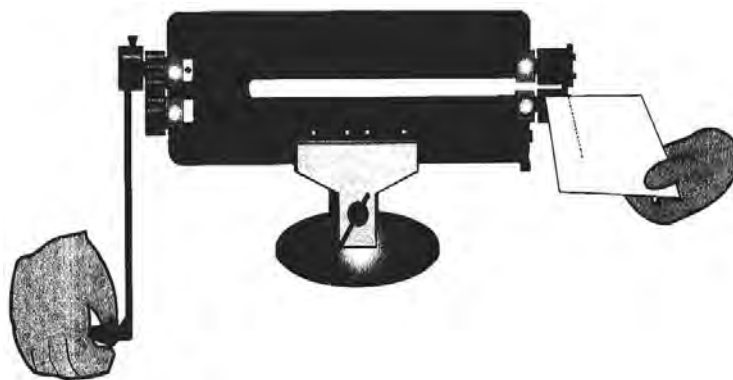

Figure 5
2. Insérez et guidez le métal dans les matrices alors que l'autre individu actionne l'appareil (voir la **Figure 5**).